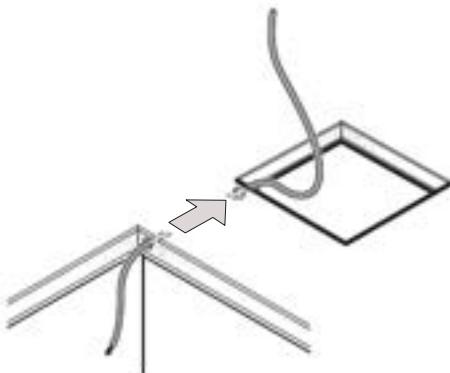

Fig. 07: Cable de alimentación eléctrica
- ▶ Prevea un cable de alimentación eléctrica de 230 V~ que llegue hasta el recorte. Una posibilidad es encamar el cable a través del aislamiento del techo, como se muestra en Fig. 07.